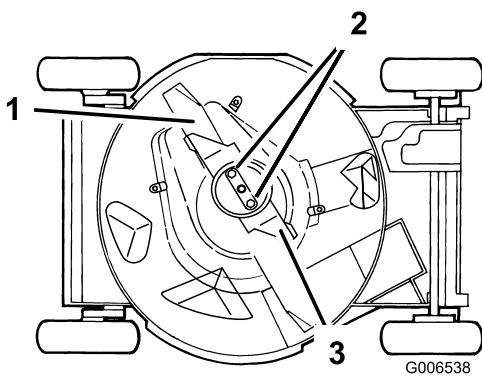

Figura 34
4. Vuelque el cortacésped hacia su lado **izquierdo** (limpiador de aire hacia arriba)(Figura 34).